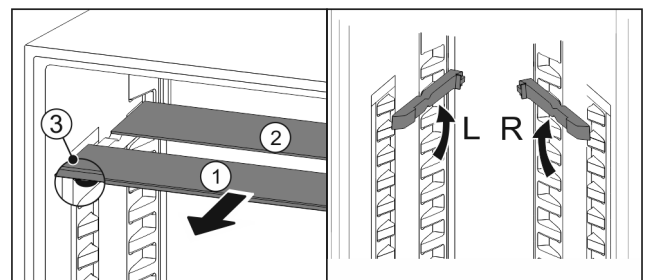

Fig. 117
- ▶ estrarre i ripiani di vetro singolarmente tirando in avanti Fig. 117 (1).
- ▷ Il piano in vetro Fig. 117 (1) con il motivo ornamentale è nella parte anteriore.
- ▷ I fermi Fig. 117 (3) sono rivolti verso il basso.